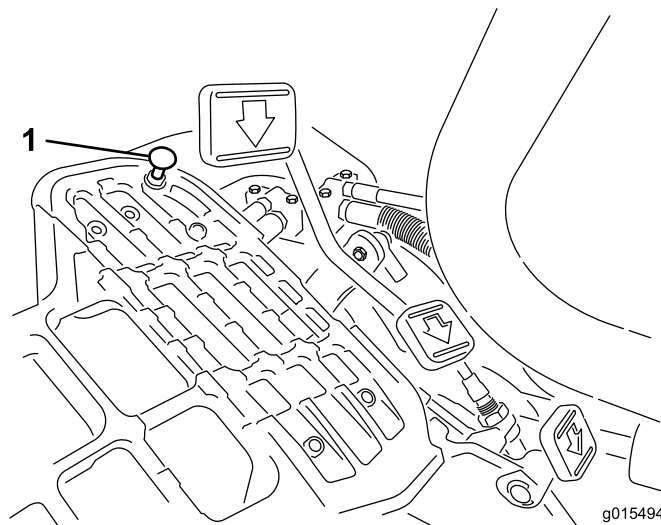

Figura 49
Para obter a velocidade máxima de transporte, engate a alavanca de controlo de função na posição de transporte e carregue para baixo no pedal de tracção. Se o pedal entrara em contacto com o batente (Figura 49) antes de se sentir tensão no cabo, é necessário efectuar um ajuste:
1. Ponha a alavanca de controlo de função na posição de transporte e liberte a porca de bloqueio que fixa o batente do pedal à placa inferior (Figura 49).